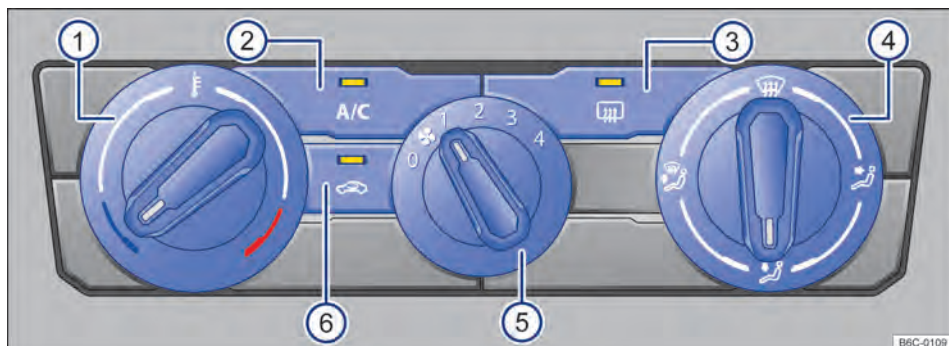

Fig. 78 Mandos del aire acondicionado.
- **Aire acondicionado:** girar el regulador del ventilador al nivel **0** → fig. 78 (5).
- **Aire acondicionado:** presionar la tecla **A/C** → fig. 78 (2) para conectar y desconectar el funcionamiento de la refrigeración.
- *Aire acondicionado*: girar el regulador rotativo izquierdo → fig. 78 ①.
- *Aire acondicionado*: girar el regulador del ventilador → fig. 78 ⑤.
- *Aire acondicionado*: presionar la tecla  → fig. 78 ⑥.
- *Aire acondicionado*: girar el regulador de la derecha → fig. 78 ④ a la posición deseada.
- *Aire acondicionado*: girar el regulador derecho a la ubicación  → fig. 78 ④.
- *Aire acondicionado*: presionar la tecla  → fig. 78 ③.